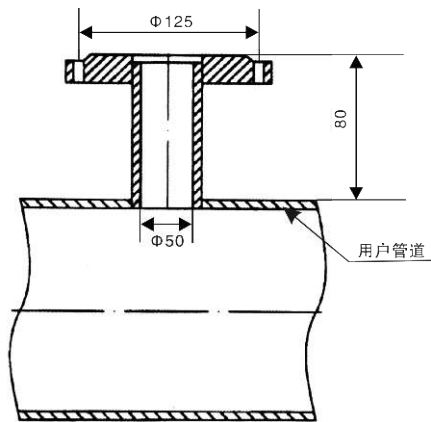

图3 安装底座的焊接
安装前应在被测管道上开一个直径60mm的小孔，尺寸与安装底座的连接管外径一致。安装底座与被测管道的焊接如图3所示。
5.2.4按图3所将DN50球阀安装到安装底座上。注意球阀的长空腔向上。检查球阀是否能全开全关。上紧压紧螺母和定位螺钉，同时应注意传感器方向标志指向应和流体流向一致。